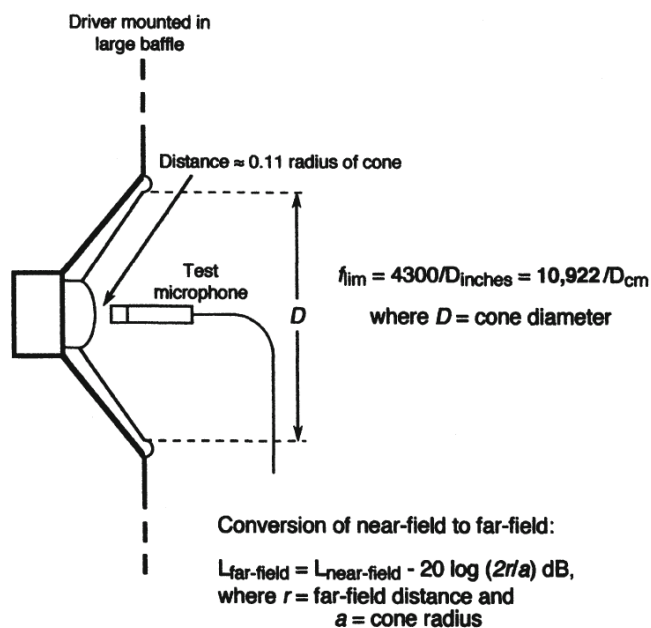

Figura 3. Setup Near-Field e Near-Far Combinados.
- Pode-se combinar as medições, conforme a ilustração da Figura 3.